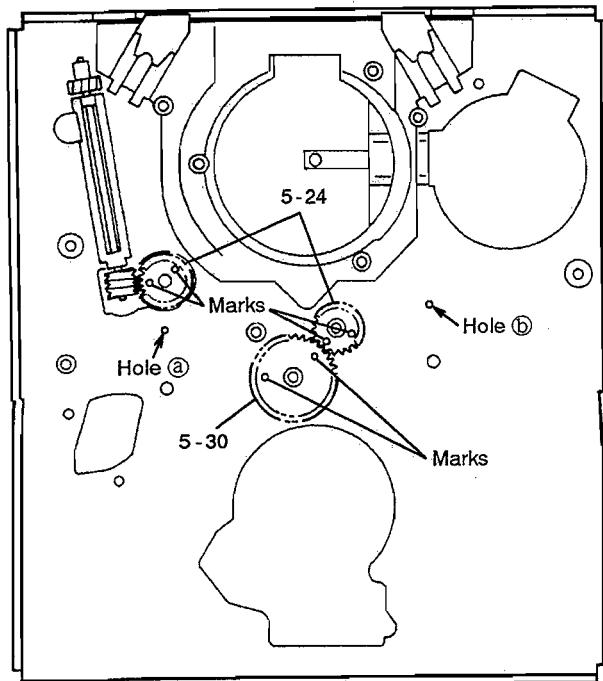
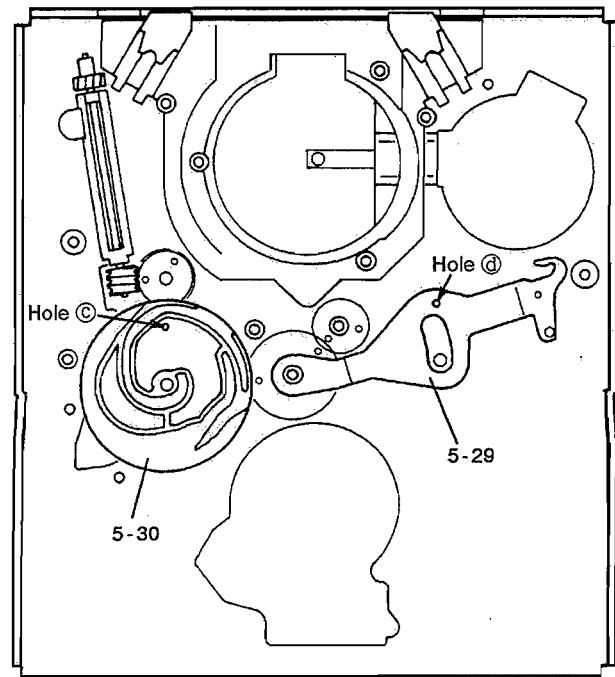

Fig. 2
Fig. 3
As shown in Fig. 2, install 5-24 and 5-30 so that the two marks are visible.
- 1). Install 5-25 so that hole ④ in 5-25 in Fig. 3 is aligned with hole ④ (Fig. 2) in the mechanism chassis. (Using a 1 mm dia. rod, pass it through the both holes to see if they are aligned with each other. Whenever checking holes for alignment hereafter, employ this method.)
- 2). Similarly, install 5-29 so that hole ⑤ in 5-29 in Fig. 3 is aligned with hole ⑤ (Fig. 2) in the mechanism chassis.
5-24, 5-30 は図 2 のように、マーク 2 個が表側になるように取り付ける。
- 1). 図 3 の 5-25 の穴 ④ とメカ・シャーシの穴 ④（図 2）が一致するように、5-25 を取り付ける。
- 2). 同様に、図 3 の 5-29 の穴 ⑤ とメカ・シャーシの穴 ⑤（図 2）が一致するように、5-29 を取り付ける。